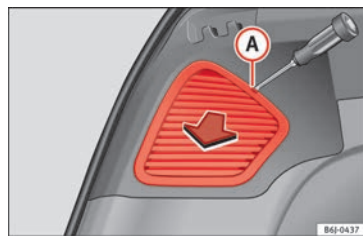

Abb. 198 Seitenleuchten.
- Nehmen Sie die Abdeckung mit Hilfe eines Schlitzschraubenziehers ab. Schieben Sie diesen in die Aussparung **A** »» **Abb. 198**.